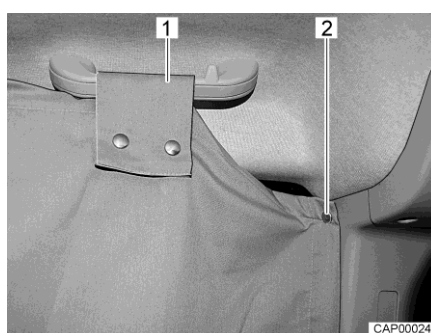

Fig. 26 Oscurecedor de la cabina del conductor en la luna lateral
- Fijar el oscurecedor de la cabina del conductor en un lado de la cabina del conductor. Para ello, fijar dos botones de presión (Fig. 26,2) atrás de la luna lateral, en la columna B.
- Colocar el lazo (Fig. 26,1) sobre el asidero encima de la luna lateral y fijar con los botones de presión.